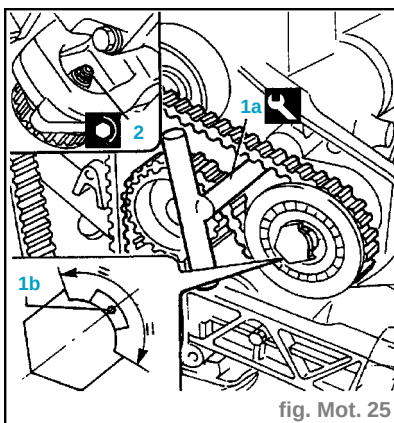

fig. Mot. 25
- Mettre sous tension la courroie de commande des arbres d'équilibrage avec l'outil (1a) jusqu'à amener le trou de référence (1b) sur le tendeur de courroie au centre du secteur de rotation (fig. Mot. 25).
- Serrer l'écrou (2) du tendeur de courroie des arbres d'équilibrage au couple de 1,2 daN.m.